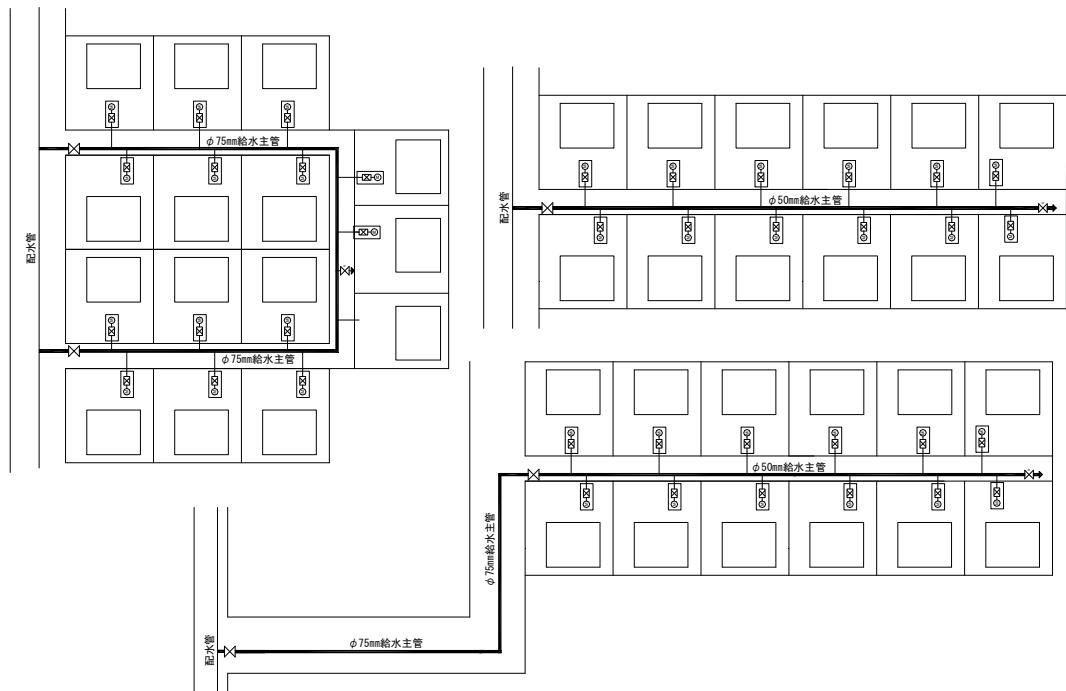

図10-1 宅地分譲開発地への給水主管
- (1) 宅地分譲開発地において、公道部及び分譲地内共有道部へ縦断布設を行う場合(図10-1)